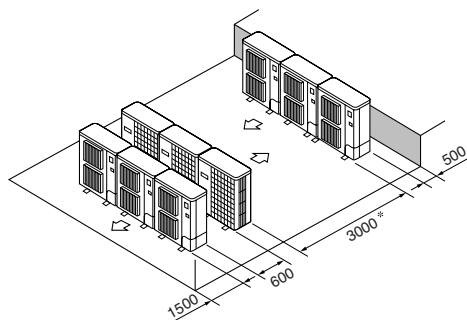

Fig. 3-16
- ⑥ Uppställning med flera parallella enheter (Fig. 3-16)